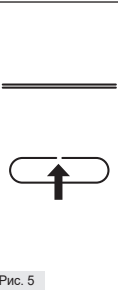

Рис. 5
2.2. Для установки освободите намеченные отверстия на задней поверхности светильника от металлических заглушек (Рис. 5).